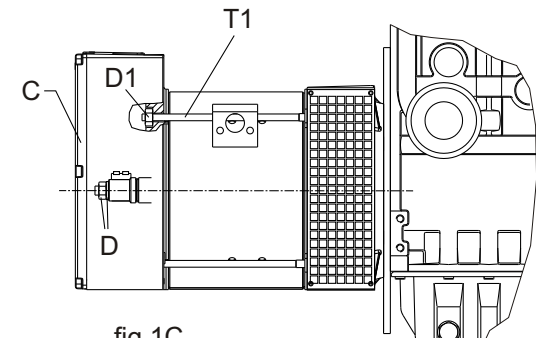

fig.1C
- 4) Riposizionare il gruppo carcassa e lo scudo posteriore (fig.1C)
- 6) Bloccare assialmente il rotore applicando la rosetta e serrando il dado autobloccante D sul tirante T con chiave dinamometrica (fig.1C) Coppia di serraggio:
- 4) Re-position the casing unit and the rear shield (fig.1C)
- 6) Lock axially the rotor by placing the washer and tight the self-locking nut D on the rod T, using a torque spanner (fig.1C) Tightening torque:
- 4) Repositionnez le groupe carcasse et la flasque postérieure (fig.1C)
- 6) Bloquer axialement le rotore, en utilisant le rondelle et vissant a fond l'écrou autobloquant D sur la tige centrale T en utilisant la clef dynamométrique (fig.1C) Couple de serrage:
- 4) Die Gehäuseeinheit und das hintere Lagerschild (fig.1C) erneut platzieren
- 6) Den Rotor in Achsenrichtung blockieren, indem die Unterlegscheiben angebracht und die selbstsperrende Mutter D auf der Zugstange T mit einem Drehmomentenschlüssel angezogen wird (fig.1C) Anzugsmoment:
- 4) Volver a colocar el grupo carcasa y el escudo trasero (fig.1C)
- 6) Bloquear axialmente el rotor utilizando la arandela y apretando la tuerca autobloquante D sobre el tirante T con llave dinamométrica (fig.1C) Par de apriete: